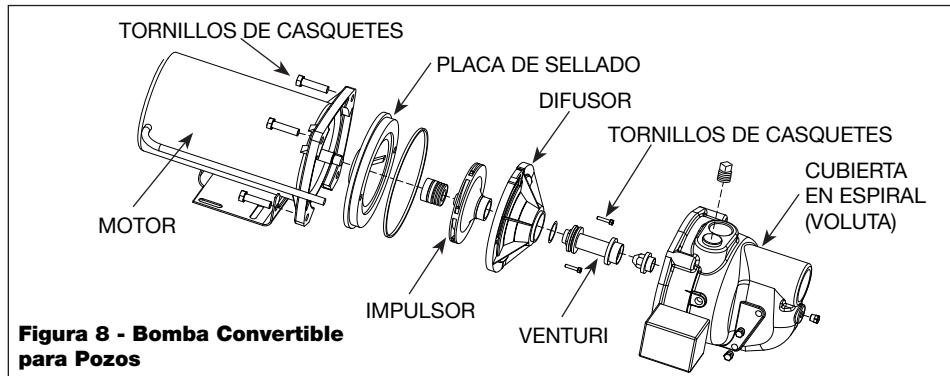

Figura 8 - Bomba Convertible para Pozos
3. Saque los cuatro pernos que mantienen la cubierta en espiral de la bomba (voluta) unida al motor (Figura 8).